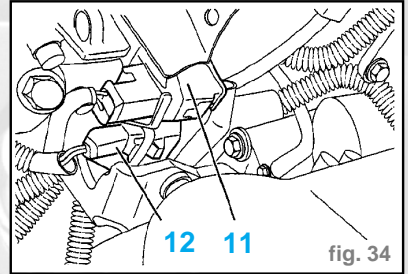

fig. 34
- le câble d'accélérateur (8)
- le câble de ralenti accéléré (9)
- Déposer les tuyauteries d'injection (10).
- Débrancher les connecteurs (11)-(12) (fig. 34).